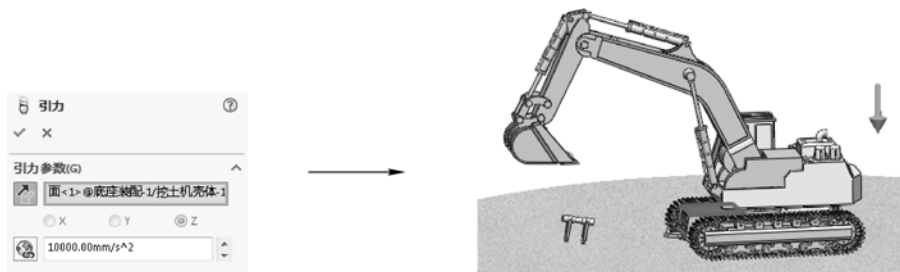

图 6-13 添加引力模拟元素
STEP 2 单击操控面板工具栏中的“引力”按钮，选择挖土机壳体的台体为引力方向的参考面，并通过单击“反向”按钮设置正确的引力方向，如图 6-13 所示，为操作对象添加引力模拟元素。